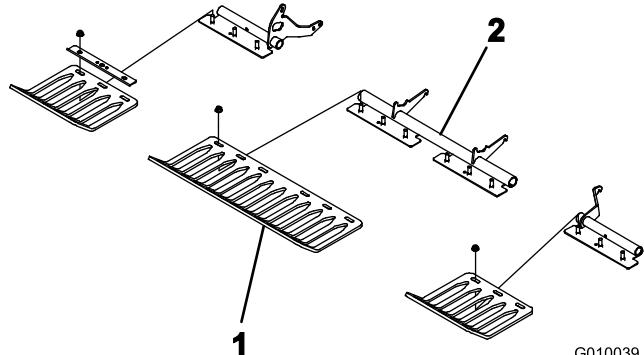

図 23
- ターフガード・ブラケットにターフガード 4本を仮止めする；全部で 12 本のフランジナットを使用(図 23)。この時点ではまだ本締めしないこと。
注 ターフガード・クランプとフランジナットはターフガード・ブラケットに取り付けて出荷されています(図 23)